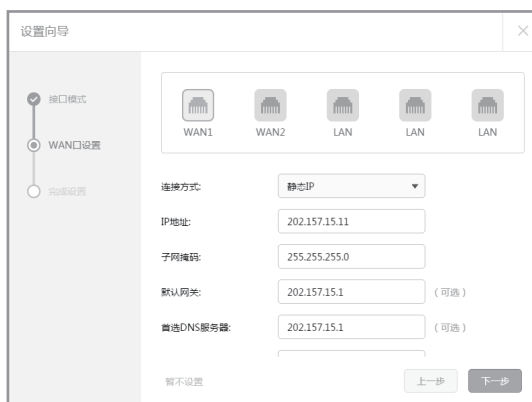

图4-5 上网方式--静态IP
3) 如果上网方式为静态IP, 即拥有网络服务商提供的固定IP地址, 则需要填写IP地址、子网掩码、网关和DNS服务器等内容, 如图4-5所示。